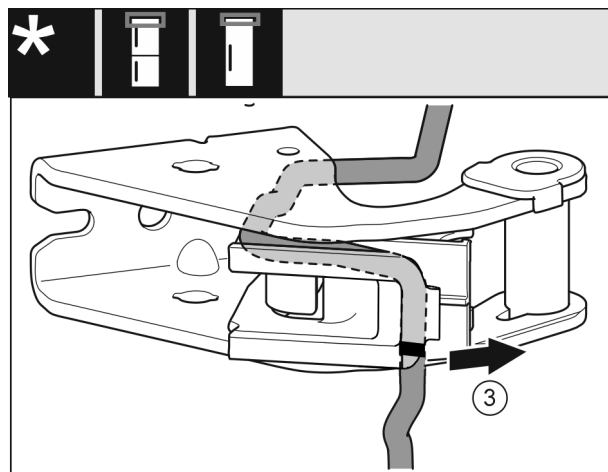

Fig. 18
- ▶ Демонтуйте кабель із тримачем кабелю з опорного кронштейну. Fig. 18 (3)